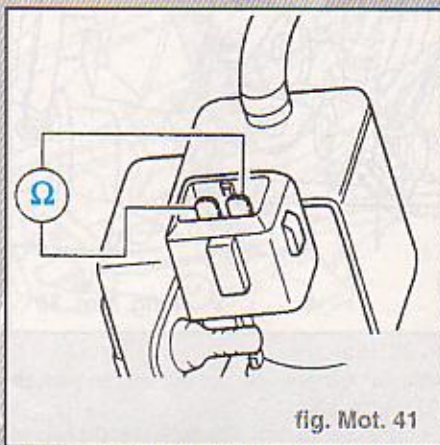

fig. Mot. 41
- Lettres-repères moteur AGR (fig. Mot. 41) :
- Lettres-repères moteur **AGR** (fig. Mot. 41) :